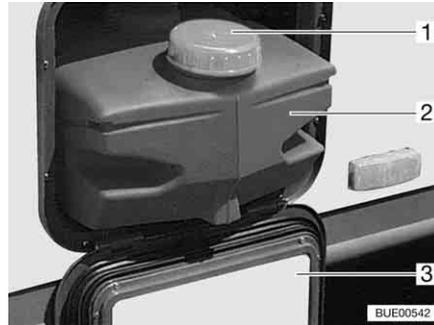

Fig. 145 Depósito de agua 22 l
Durante el transporte cierre el depósito de agua con la tapa de cierre (Fig. 145,1).
- Abrir la trampilla de servicio (Fig. 145,3) (véase el capítulo 6).
- Extraer el depósito de agua (Fig. 145,2).
- Extraer el depósito de agua (Fig. 145,2) y vaciar.